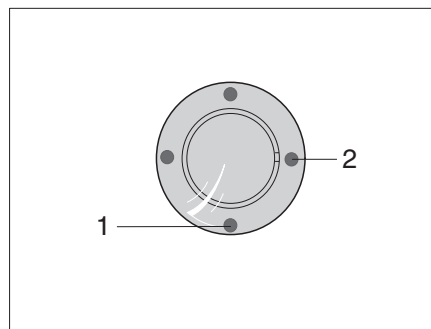
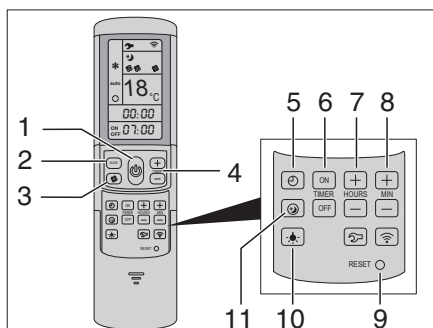

Fig. 307 Ricevitore IR/Indicatore di funzionamento
Fig. 308 Telecomando
L'impianto di climatizzazione si trova sul tetto del veicolo. Il telecomando (Fig. 308) dell'impianto di climatizzazione si trova nella zona cucina.
- Collegare il veicolo all'alimentazione a 230 V. L'impianto di climatizzazione è pronto a funzionare. Il LED blu (Fig. 307,1) è acceso.
- Per accendere, premere il tasto (Fig. 308,1) del telecomando. Il LED blu (Fig. 307,1) lampeggia.
- Impostare la modalità di funzionamento desiderata con il tasto MODE (Fig. 308,2).
- Se necessario, con il tasto (Fig. 308,3) impostare il livello della ventola e con i tasti (Fig. 308,4) la temperatura ambiente desiderata.
Al raggiungimento della temperatura impostata sul telecomando, il LED blu (Fig. 307,1) si spegne, il compressore si spegne e la ventola di ricircolo continua a funzionare.
- Per spegnere, premere di nuovo il tasto (Fig. 308,1) del telecomando.
- Per la programmazione, accendere l'impianto di climatizzazione con il tasto (Fig. 308,1) del telecomando.
- Con il tasto (Fig. 308,2) impostare la modalità di funzionamento desiderata e con i tasti (Fig. 308,4) la temperatura ambiente.
- Con i tasti (Fig. 308,6) selezionare l'azione desiderata:
- Con i tasti (Fig. 308,7 e 8) selezionare il tempo di commutazione desiderato (da 15 minuti a 24 ore).
- Confermare le impostazioni con il tasto "ON" o "OFF" (Fig. 308,6).